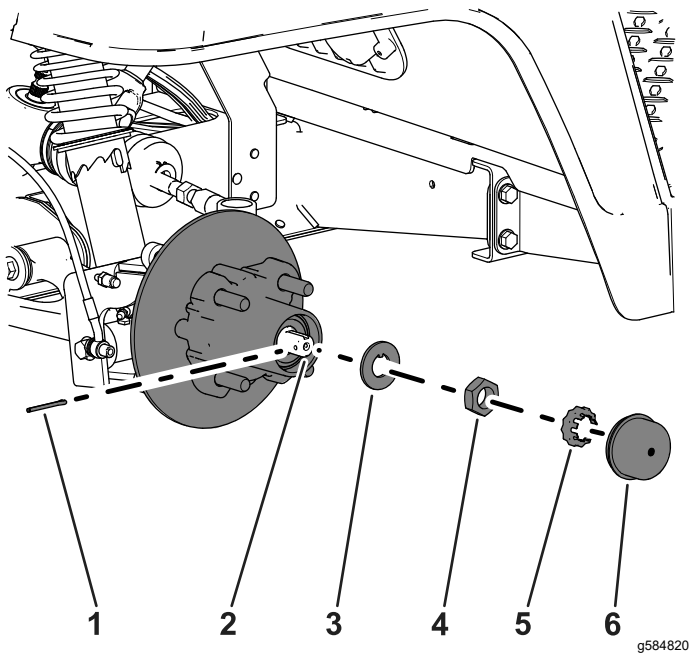
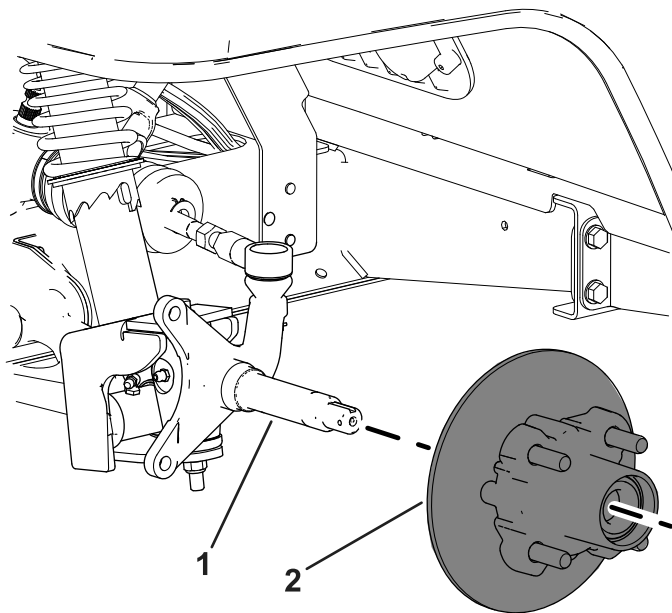

Figura 34
Figura 35
4. Retire el tapón guardapolvo del cubo (Figura 34).
5. Retire la chaveta y el retén del eje y la tuerca del eje (Figura 34).
6. Retire la tuerca del eje y separe el conjunto de cubo y rotor del eje (Figura 34 y Figura 35).